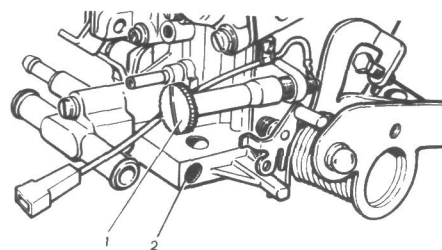

Рис. 81. Регулировочные винты карбюратора: 1 — винт количества смеси; 2 — винт качества смеси
2. Частоту вращения коленчатого вала на режиме холостого хода  $750-800 \text{ мин}^{-1}$  самостоятельно допускается регулировать только винтом 1 (рис. 81) количества смеси. Винтом 2 качества смеси с контролем токсичности отработавших газов карбюратор регулируют только на станции технического обслуживания. С этой целью винт 2 закрыт пластмассовой заглушкой. При нарушении или отсутствии этой заглушки за перерасход топлива и повышенное содержание CO в отработавших газах завод ответственности не несет.